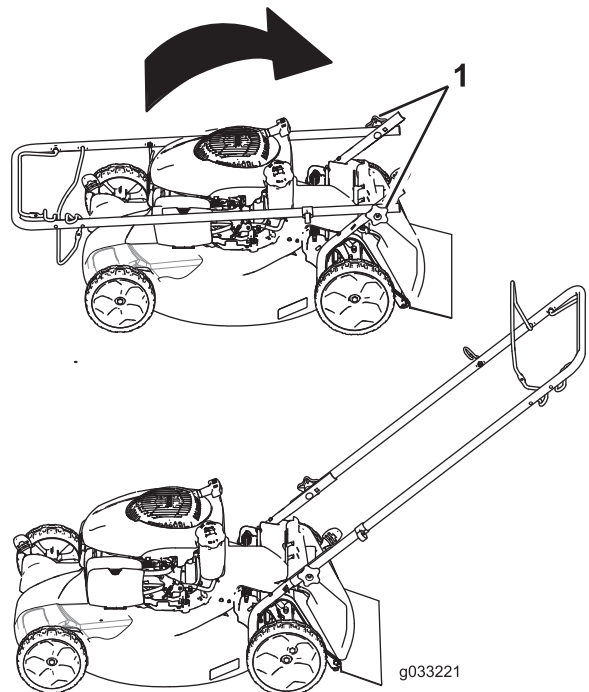

Figure 3
1. Retirez les boutons du guidon sur le carter de la tondeuse (Figure 3).
1. Bouton du guidon (2)
**Important:** Faites passer les câbles à l'extérieur du guidon quand vous dépliez le guidon (Figure 3).
- Placez le guidon en position d'utilisation (Figure 3).